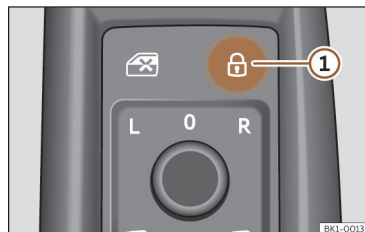

Fig. 85 Na porta do condutor: interruptor do fecho centralizado.
- Trancar: pressione o botão >>> **Fig. 85**.
- Destrancar: pressione outra vez o botão >>> **Fig. 85**.